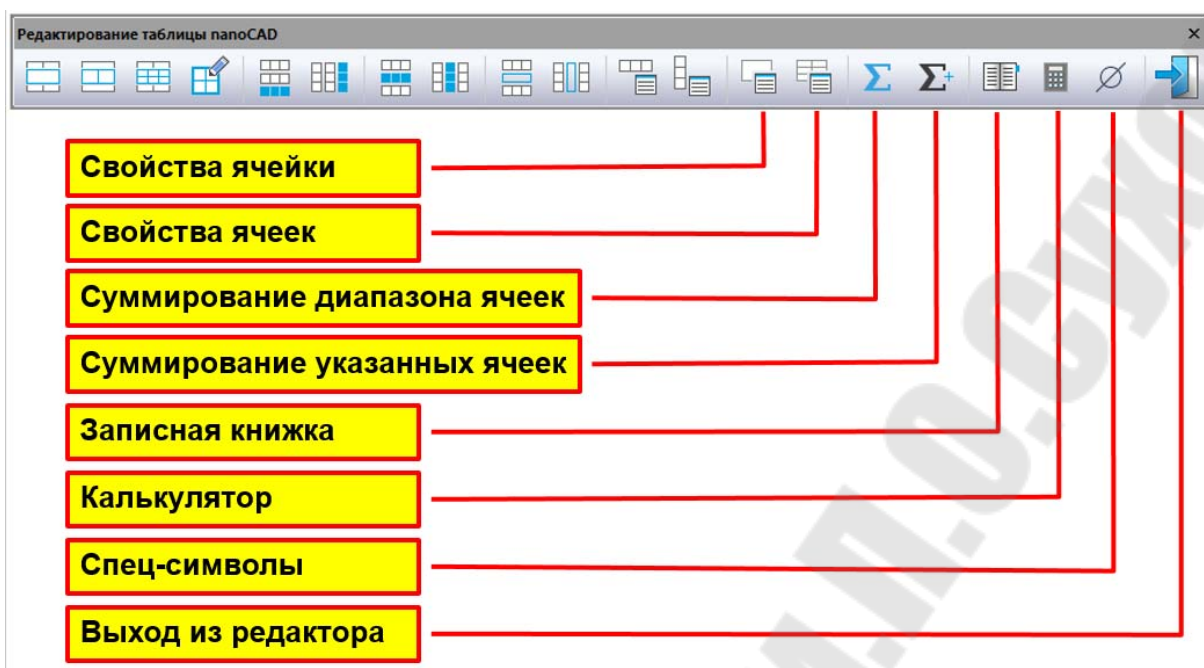

Рис. 3.274 Инструменты редактирования свойств ячеек, суммирования и вспомогательных действий
- управления свойствами ячеек, суммирования и выполнения вспомогательных действий (рисунок 3.274).